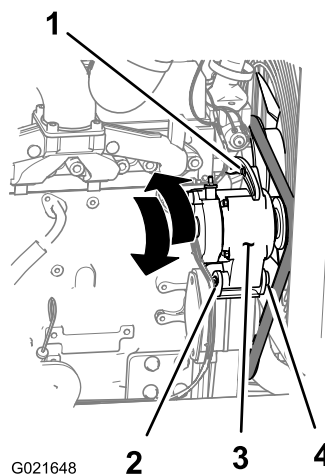

Рисунок 86
1. Ослабьте гайку и болт в шарнирном креплении генератора (Рисунок 86).
2. Ослабьте затяжку регулировочного болта на генераторе (Рисунок 86).
3. Отведите генератор в сторону от двигателя, чтобы увеличить натяжение ремня; подведите генератор ближе к двигателю, чтобы снизить натяжение ремня (Рисунок 86).
4. Затяните регулировочный болт генератора (Рисунок 86).
6. Если натяжение ремня правильное, затяните гайку и болт в шарнирном креплении генератора (Рисунок 86); в противном случае повторите действия, указанные в пунктах 2 – 5.
2. Ослабьте гайку и болт в шарнирном креплении генератора (Рисунок 86).
3. Ослабьте затяжку регулировочного болта на генераторе (Рисунок 86).
позволяющей снять его со шкива генератора (Рисунок 86).